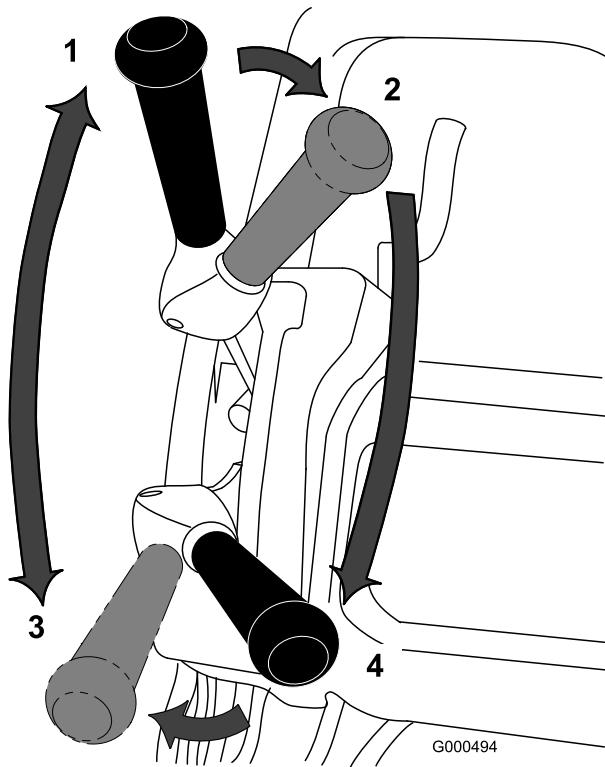

図 30
1. マシンを始動、速度コントロールをゼロにセットし、ハンドルを押し下げてカッティングユニットを上げ、オペレータコントロール (OPC) を握り、走行レバーを「入」にセット (図 30) して、ゆっくりと速度を操作して走行速度を上昇させて、グリーンのカラー (縁) に入る。
3. 走行レバーを解除し、次に左前方向に倒して走行とリールの駆動を開始する (図 30)。